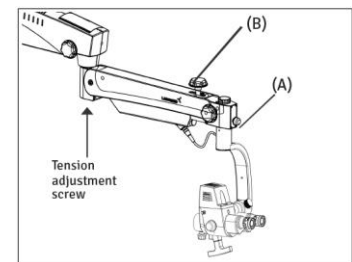

Fig. 48
3. Verrouillez le mouvement de haut en bas du bras de suspension à l'aide du bouton de verrouillage (B) de la Fig. 48 après avoir focalisé la zone d'intérêt.
7. L'éclairage est contrôlé par le bouton de commande (A), Fig. 48. Tournez-le dans le sens des aiguilles d'une montre ou dans le sens inverse pour obtenir le niveau d'éclairage souhaité.